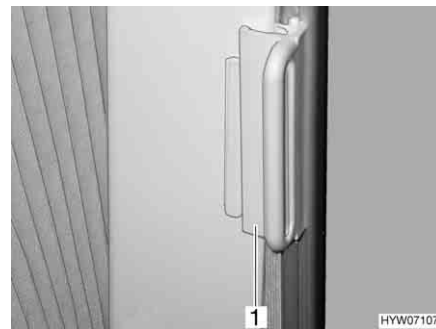

Fig. 36 Bloqueo para estor plegable
- Desplazar el tirador (Fig. 36,1) hasta la pieza sobrepuesta. El estor plegable queda asegurado.